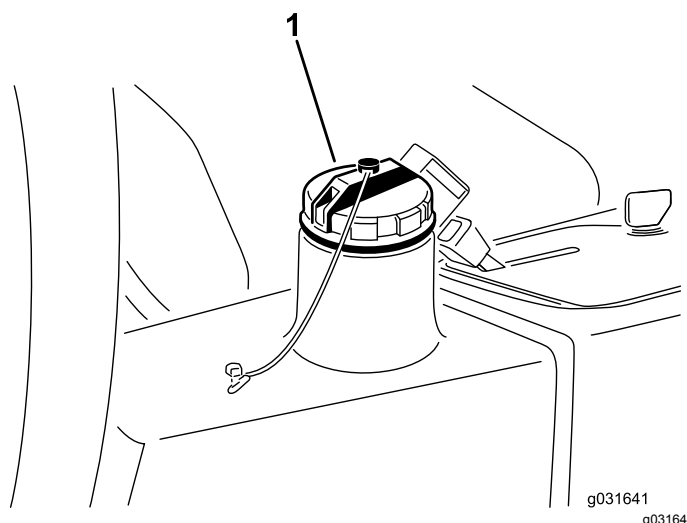

Рисунок 62
2. Очистите зону вокруг заливной горловины и крышки гидравлического бака (Рисунок 62).
3. Снимите крышку гидравлического бака (Рисунок 62).